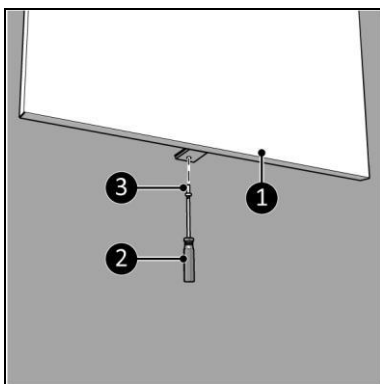

Figura 12
13. Înșurubați și strângeți dispozitivul (Figura 12, poziția 1) cu un șurub mic (Figura 12, poziția 3) pe suportul de perete folosind o șurubelniță Phillips (Figura 12, poziția 2).